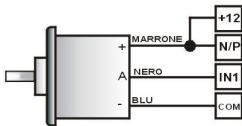

FIG. 4
■ configurazione PNP: collegare il morsetto N/P con il morsetto COM (vedi figure 4, 6, 8, 10)